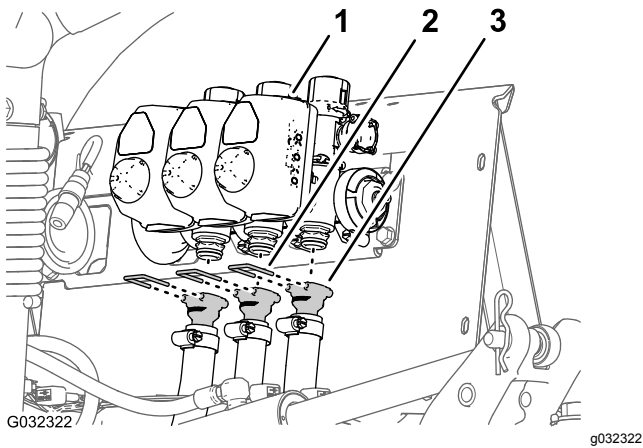

Bild 49
6. Entfernen Sie die Befestigungen, mit denen die geraden gezahnten Anschlussstücke an den linken, mittleren und rechten Auslegerabschnittventilen befestigt sind (Bild 49).
7. Nehmen Sie die Schläuche für die linken, mittleren und rechten Auslegerabschnittventile von der Maschine ab (**Bild 49**).